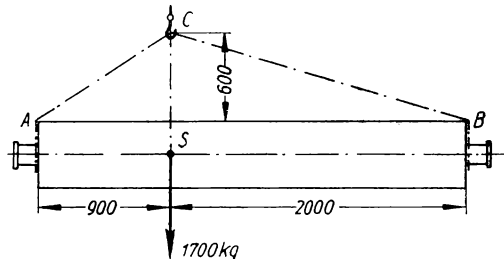

Bild 36
**157.** Ein Formkasten mit einseitiger Schwerpunktslage,  $1700 \text{ kg}$  schwer, hängt an einer gespreizten Kette nach Bild 36 am Krane. Welche Spannkraften treten in den Kettenspreizen  $AC$  und  $BC$  auf?